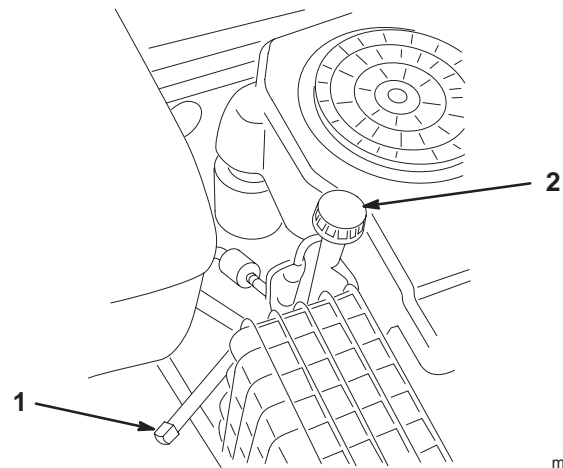

Figure 17
3. Placez un bac sous l'orifice de vidange. Enlevez le bouchon de vidange (Fig. 17).
5. Nettoyez la surface autour de la jauge d'huile et dévissez le bouchon (Fig. 17).